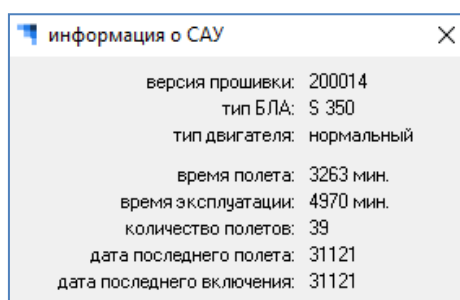

Рисунок 28 – Окно «Информация о САУ»
5.2.8 При выборе пункта «Информация о САУ» открывается окно «Информация о САУ» (Рисунок 28), отображающее информацию, связанную с эксплуатацией автопилота БВС. Пункт «Информация о САУ» при эксплуатации БВС в соответствии с целевым назначением не применяется.